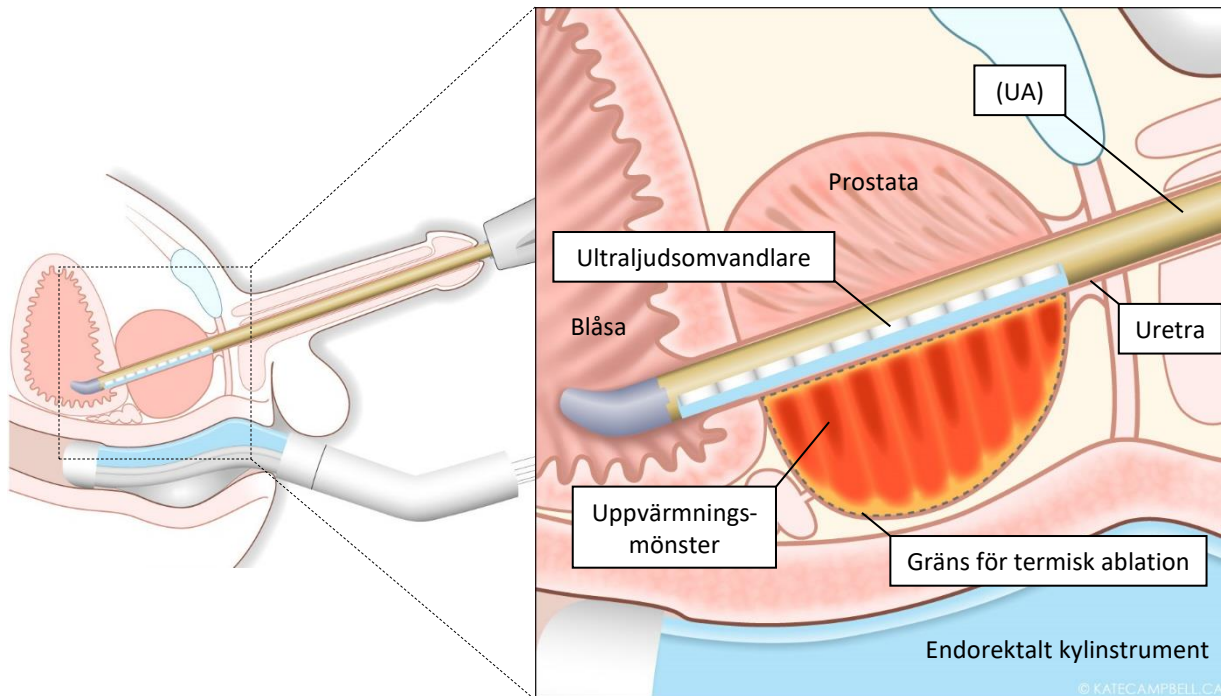

Bild 4: Översiktsbild av ultraljudsapplicatorn i prostata
I TULSA-PRO-systemet kombineras bildtagning med magnetresonans (MR) i realtid och MR-termometri med transuretralt riktat ultraljud och en programvara med sluten processtyrning för att ge exakt termisk ablation av den prostatavävnad som föreskrivits av läkare (*Bild 4*). Systemet består av både maskinvaru- och programvarukomponenter.